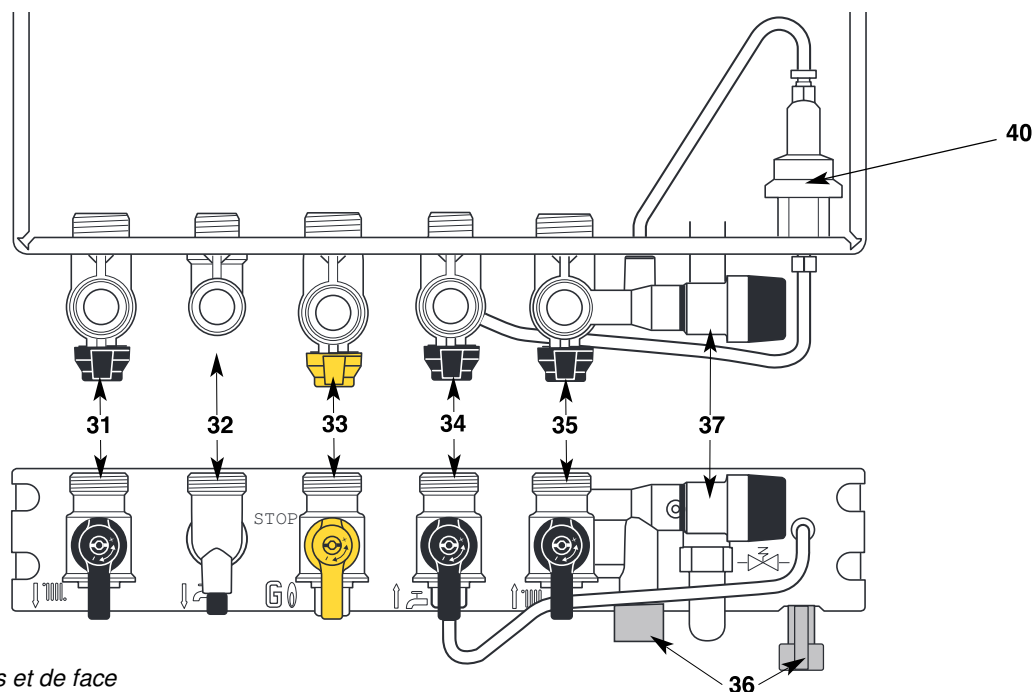

Fig. 22 - Vues de dessus et de face
Barrette robinetterie (fig. 22)
4. Ouvrir l'arrivée du gaz, robinet gaz **33** (fig. 22), sur la position «  ».
- Couper l'arrivée du gaz en tournant le robinet **33** (fig. 22), sur la position «STOP»